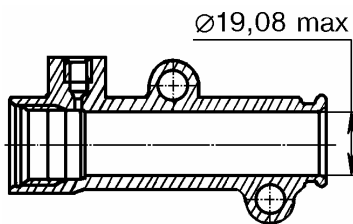

Рис. 15.
7.2.1 Корпус 2101-1602515 цилиндра привода сцепления, рис. 15.